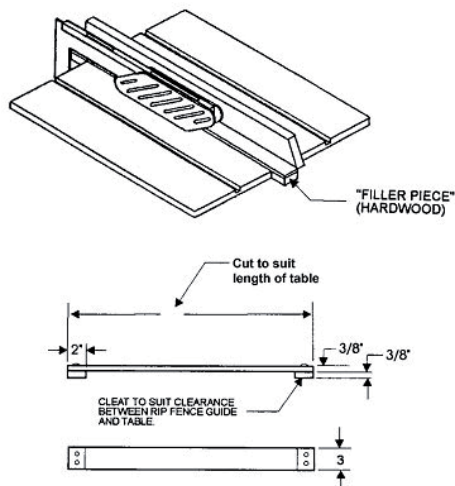

Рис. 38. Прокладка
- Прокладка (рис. 38) необхідна для подовжнього розпилу вузьких деталей.